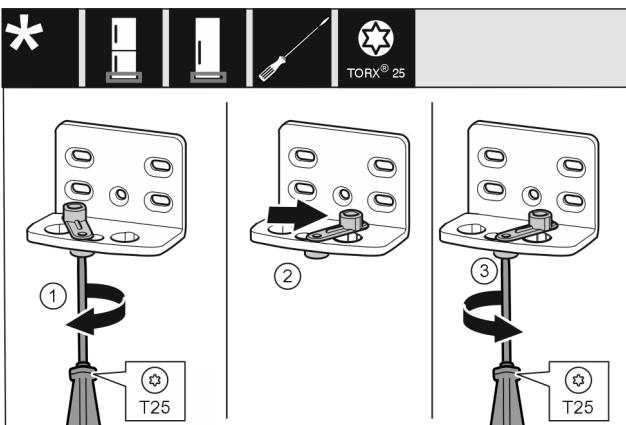

Fig. 10
- За допомогою викрутки T25 послабте гвинт. Fig. 10 (1)
- Допоміжний засіб для закривання дверцят підніміть і поверніть в отворі праворуч на 90°. Fig. 10 (2)
- За допомогою викрутки T25 закрутіть гвинт. Fig. 10 (3)